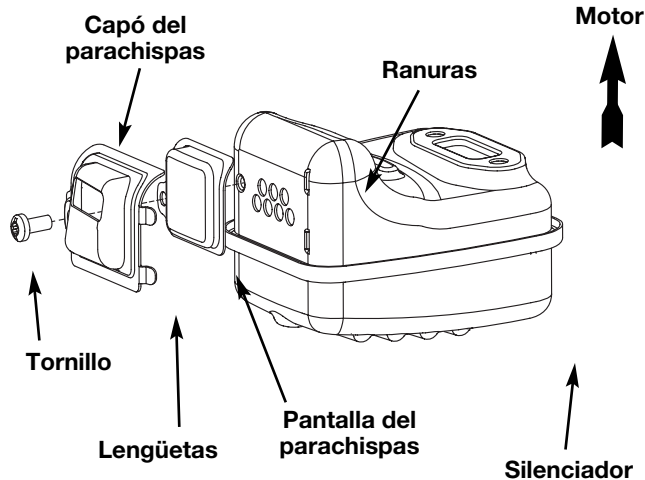

Fig. 16
2. Localice el silenciador, pero no lo quite. Busque el tornillo en la parte inferior del silenciador (Fig. 16). Quite el tornillo usando una llave torx No. 20 o un destornillador plano.